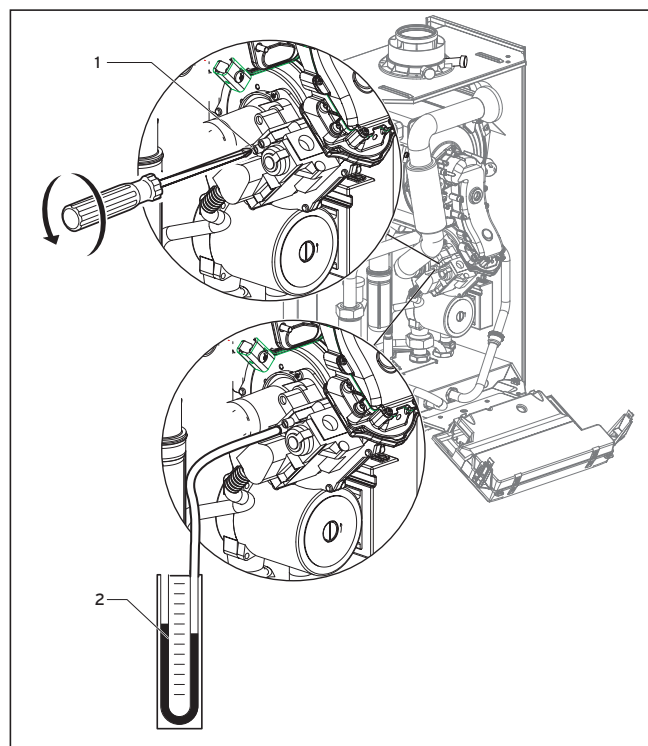

Fig. 5.3. Mesure de la pression de raccordement
Pour vérifier la pression de raccordement, procédez comme suit (cf. fig. 5.3) :
- Retirez le manomètre et revissez la vis d'étanchéité (1, fig. 5.3).